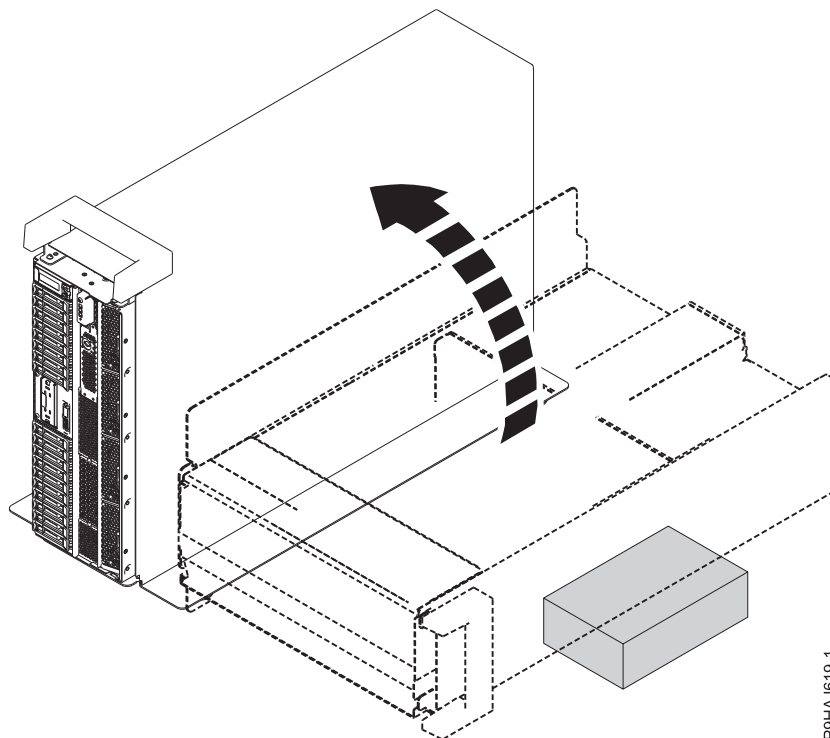

Abbildung 41. Standalone-System in die vertikale Position bringen
- a. Neigen Sie das Standalone-System vorsichtig aus seiner horizontalen Position zurück in die vertikale Position. Siehe Abb. 41 auf Seite 58.